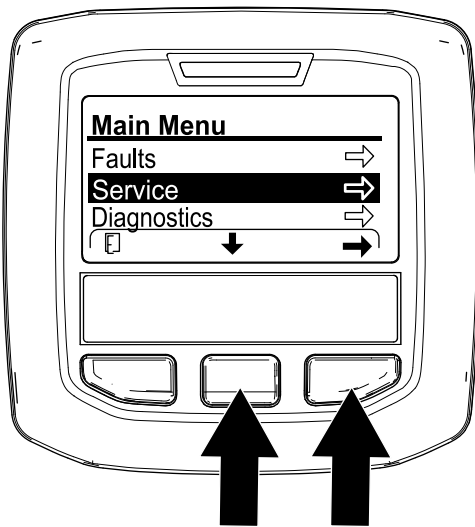

図 130
- インフォセンターでメインメニューにアクセスする 図 130。